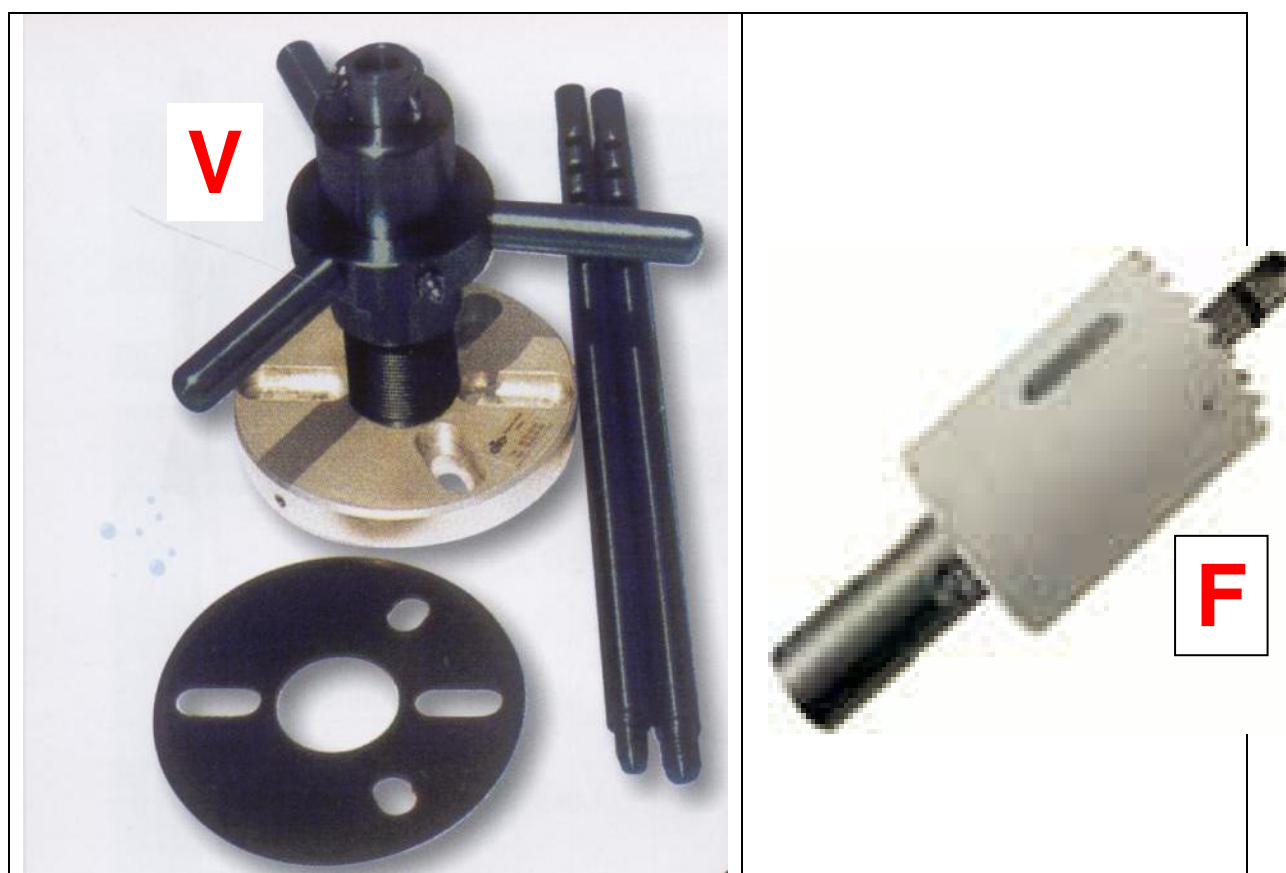

Fig. 1
2. O veio de manobra [V – Fig.1], munido do conjunto broca/fresa craneana de corte [F – Fig.1], deve agora ser inserido pela face inferior do prato.